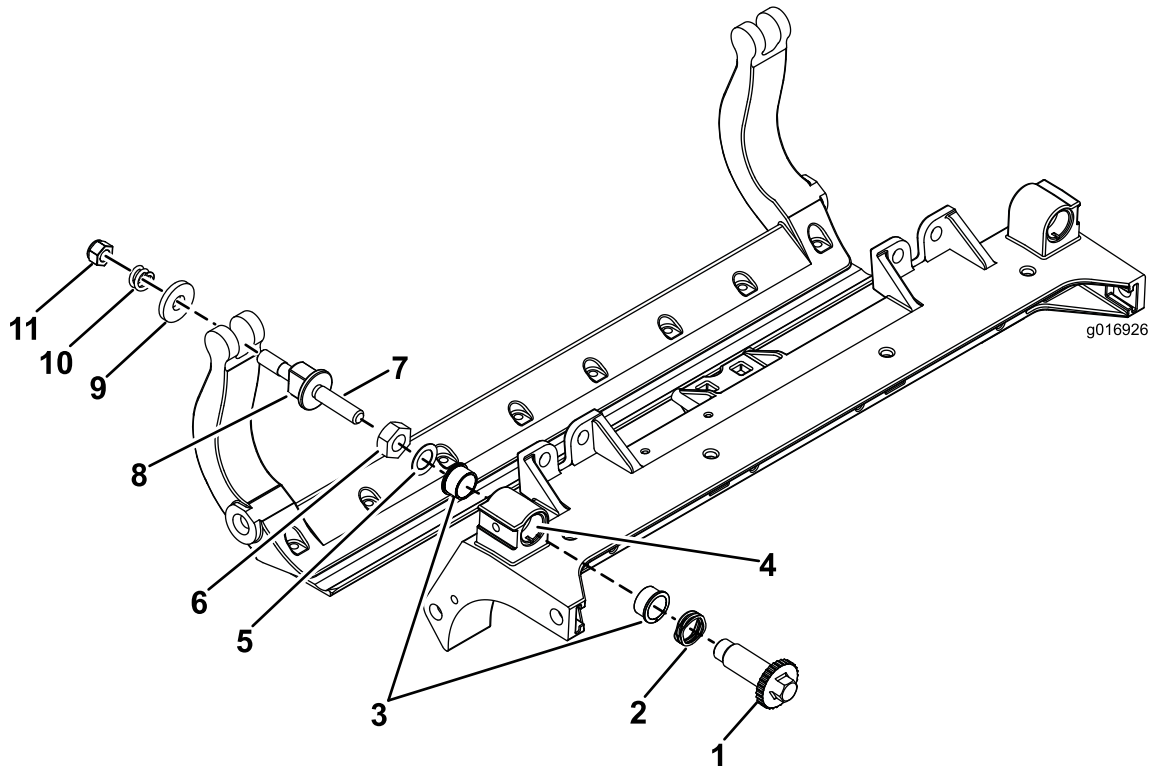

Figura 36
1. Retire todas las piezas (consulte las *Instrucciones de instalación* del Kit HD DPA y la Figura 36).
2. Aplique compuesto antigripante en la parte interior de la zona de los casquillos del bastidor central de la unidad de corte (Figura 36).
3. Alinee los salientes de los casquillos con brida con las ranuras del bastidor, e instale los casquillos (Figura 36).
4. Instale una arandela ondulada sobre el eje del ajustador e introduzca el eje del ajustador en los casquillos con brida del bastidor de la unidad de corte (Figura 36).
5. Sujete el eje del ajustador con una arandela plana y una contratuerca (Figura 36).
12. Coloque una arandela de acero por fuera de cada arandela de nylon (Figura 36).
Nota: Las arandelas del interior pueden tener cierta holgura (Figura 36).
15. Apriete la tuerca de cada ajustador de la barra de asiento hasta que el muelle de compresión esté comprimido del todo, luego afloje la tuerca $\frac{1}{2}$ vuelta (Figura 36).